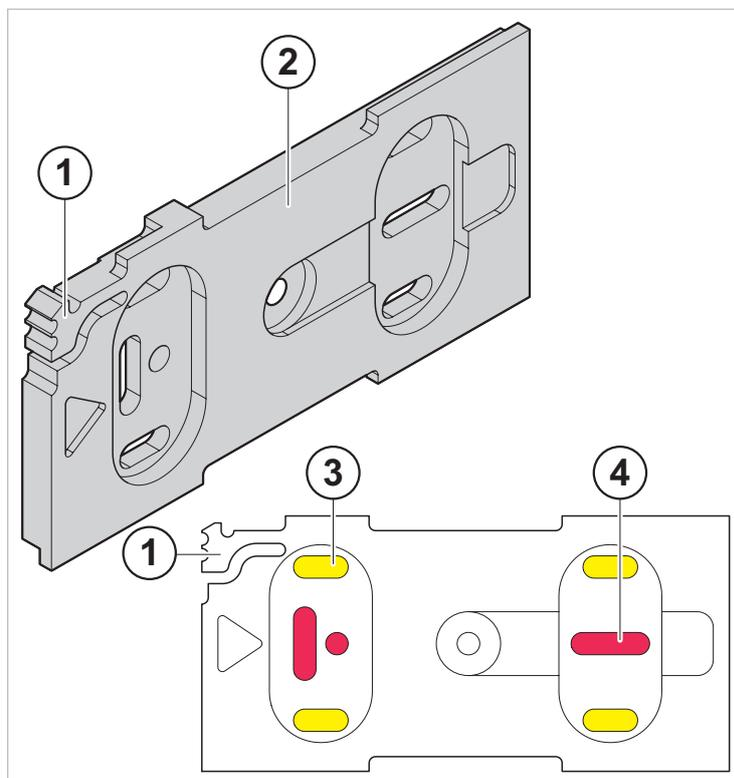

Fig. 2 Plaque de fixation avec trous de vis
*Voir «Fig. 2 Plaque de fixation avec trous de vis».*